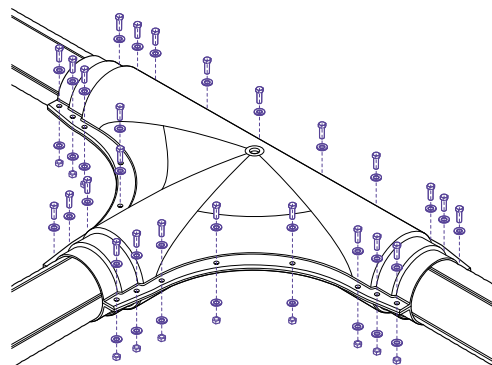

Рис. 4.6.6
6. Соединить верхнюю и нижнюю половины защитного кожуха при помощи крепежных элементов (рис. 4.6.6).